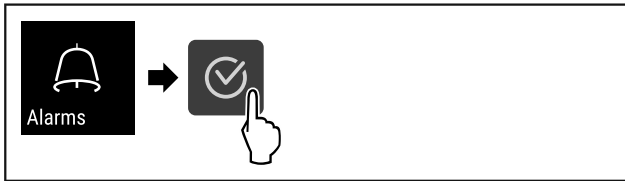

Fig. 130
- ▶ Suivre les étapes (voir Fig. 130).